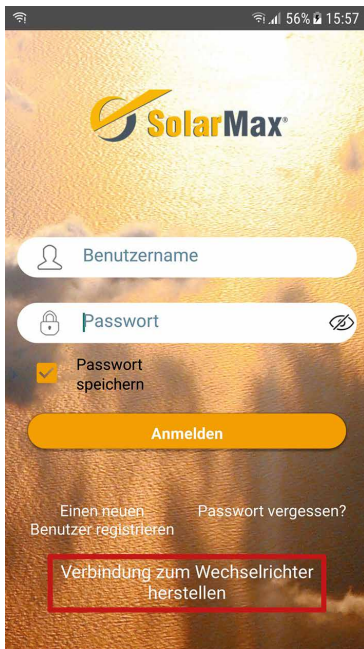

Abb. 23: Start-Menü am mobilen Gerät zur Gerätekonfiguration
2. Ist das mobile Gerät mit dem WLAN-Access Point verbunden, starten Sie die MaxLink-App. Klicken Sie auf die Schaltfläche "Verbindung zum Wechselrichter herstellen" (siehe Abb. 23). Eine Liste aller verfügbaren Wechselrichter erscheint.